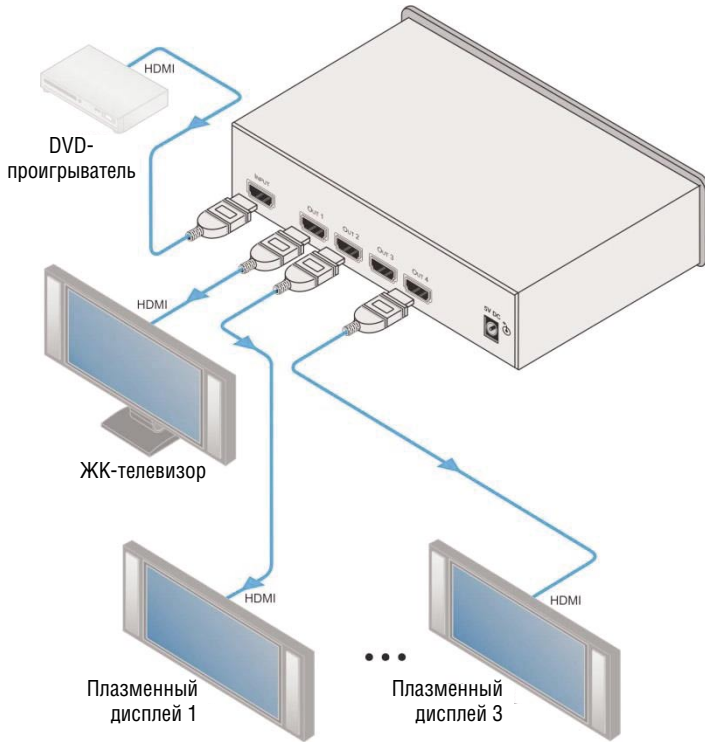

Рис. 2. Подключение усилителя-распределителя 1:4 сигнала HDMI VM-4HC
Чтобы подсоединить **VM-4HC** в соответствии с примером, изображенным на рис. 2:
3. Подсоедините сетевой адаптер к устройству и к электросети (на рис. 2 не показано).